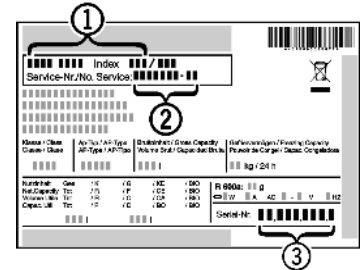

Fig. 14
- ▶ Назва пристрою Fig. 14 (1), сервісний номер Fig. 14 (2) та серійний номер Fig. 14 (3) вказані на таблиці типів. Табличка типів знаходиться всередині пристрою, зліва.
- ▶ Повідомте сервісну службу про характер неполадки, назву пристрою Fig. 14 (1), сервісний номер Fig. 14 (2) та серійний номер Fig. 14 (3).